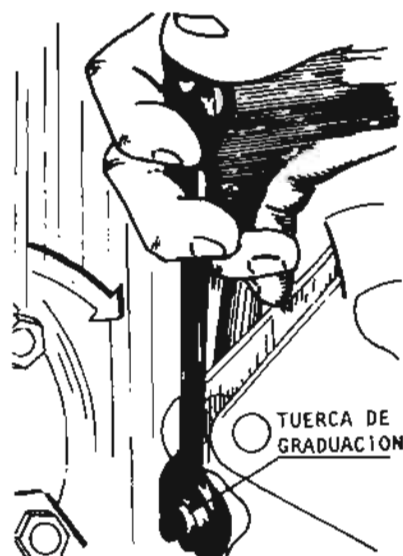

Fig. 2
- b Gradúe girando las tuercas para aumentar o disminuir el recorrido libre (fig. 2).